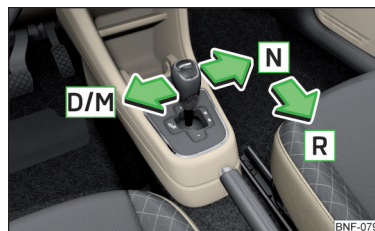

Fig. 125
Ved at flytte gearvælgeren kan den placeres i en af de efterfølgende positioner » Fig. 125.
- Tryk gearvælgeren til den fjedrede position i pilens retning » Fig. 125 på side 93, og vælg position **D**.